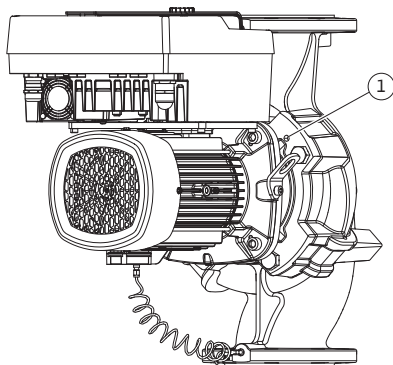

Fig. 11: Įstatomojo modulio nustūmimas naudojant gręžtines angas (DN 100 ... DN 125)
- Atlaisvinkite įstatomąjį modulį (žr. Fig. 4) nuo siurblio korpuso. Priklausomai nuo siurblio tipo (žr. Fig. I ... III), yra skirtingos procedūros: Fig. I pavaizduoto siurblio tipo atveju (DN 32 ... DN 80) atlaisvinkite 29 poz. varžtus. Nustumkite įstatomąjį modulį nuo siurblio korpuso. Fig. II ir Fig. III pavaizduoto siurblio tipo atveju (DN 100 ... DN 125) šiam tikslui naudokite dvi gręžtines angas (Fig. 11, poz. 1). Naudokite tinkamus, į komplektaciją įeinančius ir vietoje įsukamus varžtus (pvz., M10 x 25 mm).
5. Nustumkit įstatomąjį modulį (žr. Fig. 4) nuo siurblio korpuso. Tam naudokite dvi sriegiams skirtas angas (žr. Fig. 11). Norėdami atlaisvinti modulį, į sriegines angas įsukite tinkamo ilgio M10 varžtus.